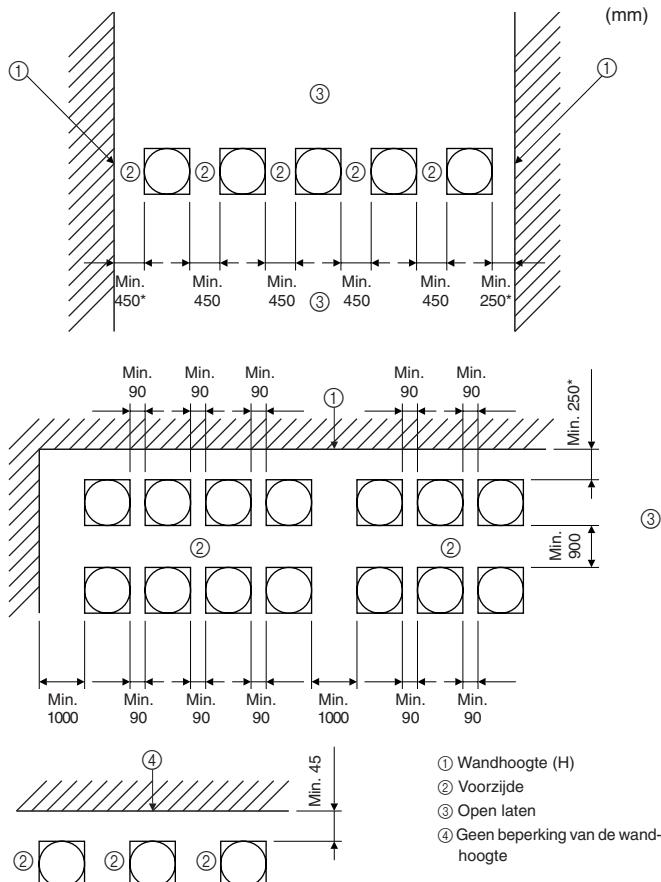

Fig. 2-8
2.4.2. Bij installatie van meerdere buitenapparaten (Fig. 2-8)